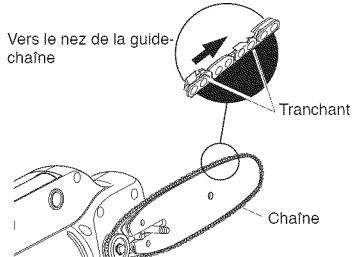

Figure 2 - Position de la chaîne
4. Placez la chaîne autour du pignon d' entraînement de la chaîne, puis le long de la rainure supérieure du guide-chaîne et autour du nez du guide-chaîne. **Remarque :** Assurez-vous que les bords de coupe de la chaîne sont orientés dans la bonne direction. Positionnez la chaîne de manière à ce que les bords de coupe du haut du guide-chaîne soient orientés vers le nez du guide-chaîne (voir la Figure 2 et l'indicateur sur le couvercle latéral de la scie à perche).